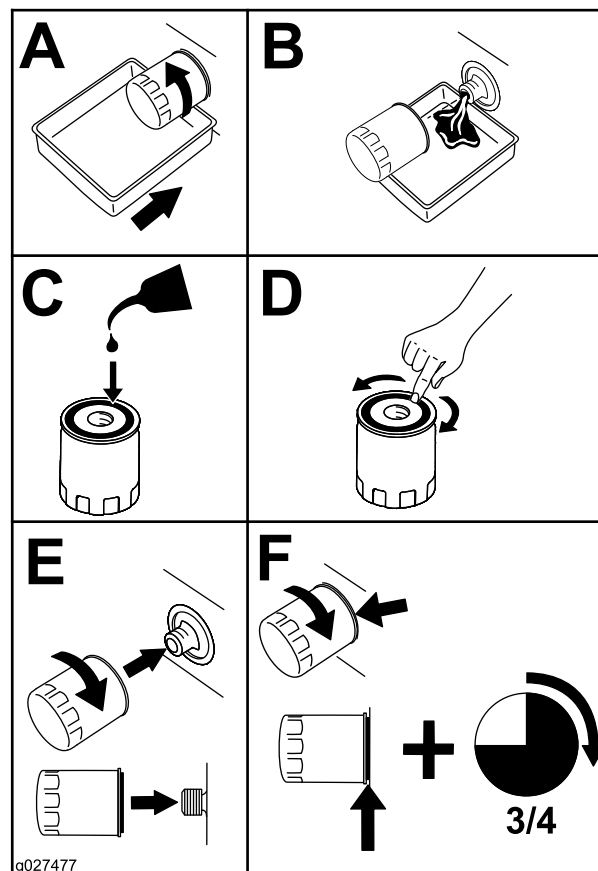

Figura 49
2. Sustituya el filtro de aceite del motor (Figura 49).